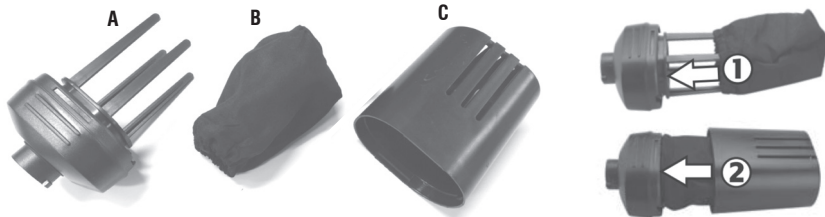

Fig. 5 – Limpieza del colector de polvo
- 1) Encájelo en la conexión del colector de polvo (7);
- 2) Gire para la derecha para trabar. Para desmontar, gire para la izquierda y saque el colector de polvo (7). Fig.5.